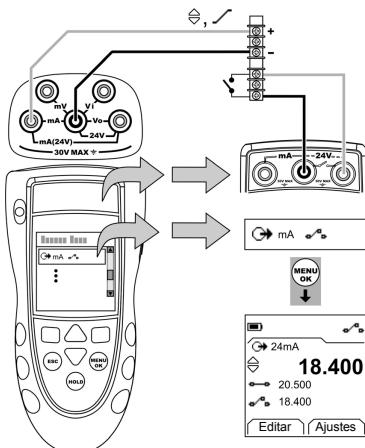

Figura 5: Ejemplo de configuración - Prueba de interruptor
- Conecte el instrumento (Figura 5) y, si es necesario, ajuste las opciones de *Configurar* (Tabla 1).